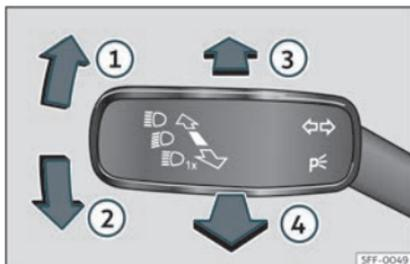

Fig. 90 Levier des clignotants et des feux de route (selon les versions).
- À partir de la position de base, appuyez en avant sur le levier des clignotants et de feux de route >>> fig. 90 ③. L'activation du témoin ≡(A) indique que l'assistant des feux de route est activé.
- **OU** : avec les feux de route activés, tirez vers l'arrière le levier des clignotants et des feux de route >>> fig. 90 ④.